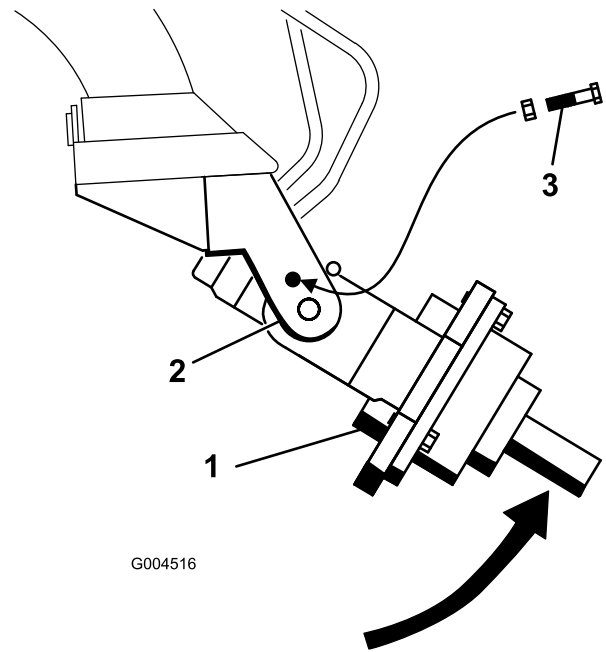

Figure 3
1. Gire manualmente el cabezal de la barrena hacia arriba hasta que pueda introducir 2 pernos en los orificios situados en ambos lados de los brazos de sujeción (Figure 3). Asegure cada perno con una tuerca.